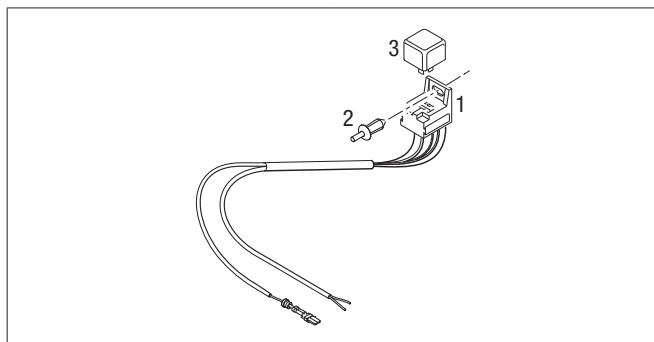

Bild 12
- Fäst fläktröreläsockeln (1) på en lämplig lätt tillgänglig plats med kabelband eller expanderbult (2). Tryck in expanderbulten 5,5 x 12 tills röreläsockeln sitter fast, se Bild 12.
- Sätt på locket (3) på röreläsockeln.